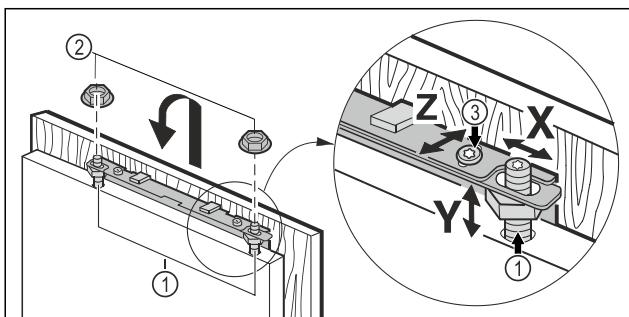

Fig. 46
- Навесьте мебельную дверь на регулировочные болты Fig. 46 (1) и накрутите контргайки Fig. 46 (2) на регулировочные болты, не затягивая.
► Выравнивание мебельной двери по высоте Y и боковому наклону: с помощью отвертки установите положение регулировочными болтами Fig. 46 (1).
► Затяните контргайки Fig. 46 (3).